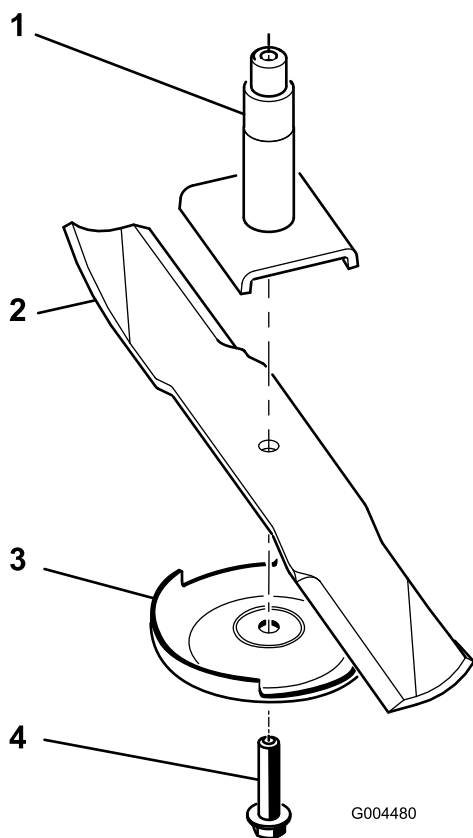

Figure 77
Remarque: Si la lame reste horizontale, elle est équilibrée et peut être utilisée. Si la lame est déséquilibrée, limez un peu l'extrémité de l'ailette seulement (Figure 77). Répétez la procédure jusqu'à ce que la lame soit équilibrée.
1. Placez la lame sur l'axe (Figure 77).
2. Montez la plaque anti-scalp et le boulon de lame (Figure 77).